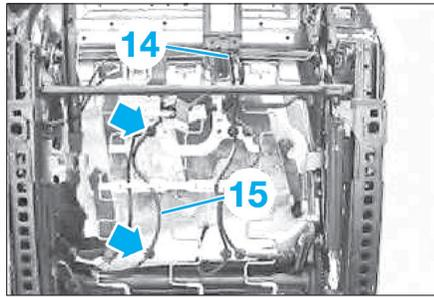

Fig. 18
- Déverrouiller et débrancher le connecteur (14) (Fig.18).
- Dégrafer le faisceau de câbles (15) des attaches au niveau du mécanisme de réglage du siège.